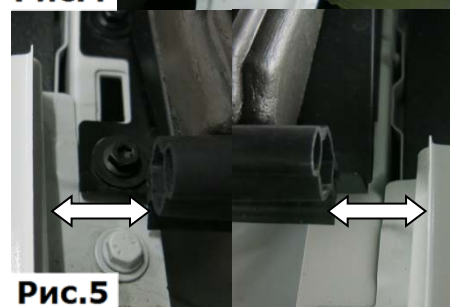

Рис.5
5. Проверить равенство зазоров между торцами уплотнителя капота и крыльями. При необходимости выровнять уплотнитель, (Рис.5).